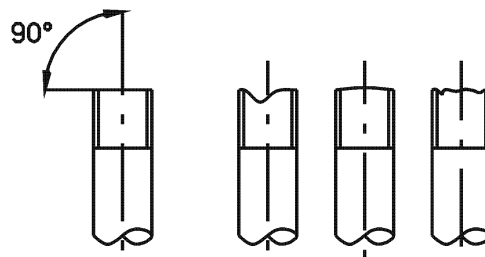

Fig. 23. Taglio del tubo
- A. Tagliare il tubo sul quale si azionera la avvitatura su tubi di rame (flare) con uno strumento apposito per tagliare tubi; accertare che il taglio sia perpendicolare all'asse del tubo e senza detriti (vedi Fig. 23).